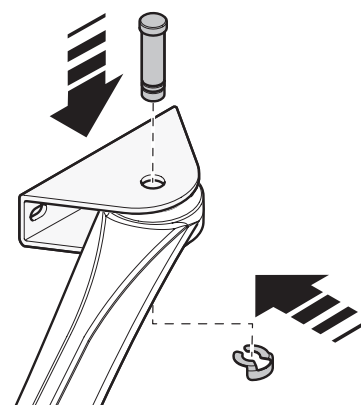

Fig. 10
01. Fijar el brazo del motorreductor al soporte como se muestra en la **fig. 10** utilizando el pasador y el seeger suministrados;